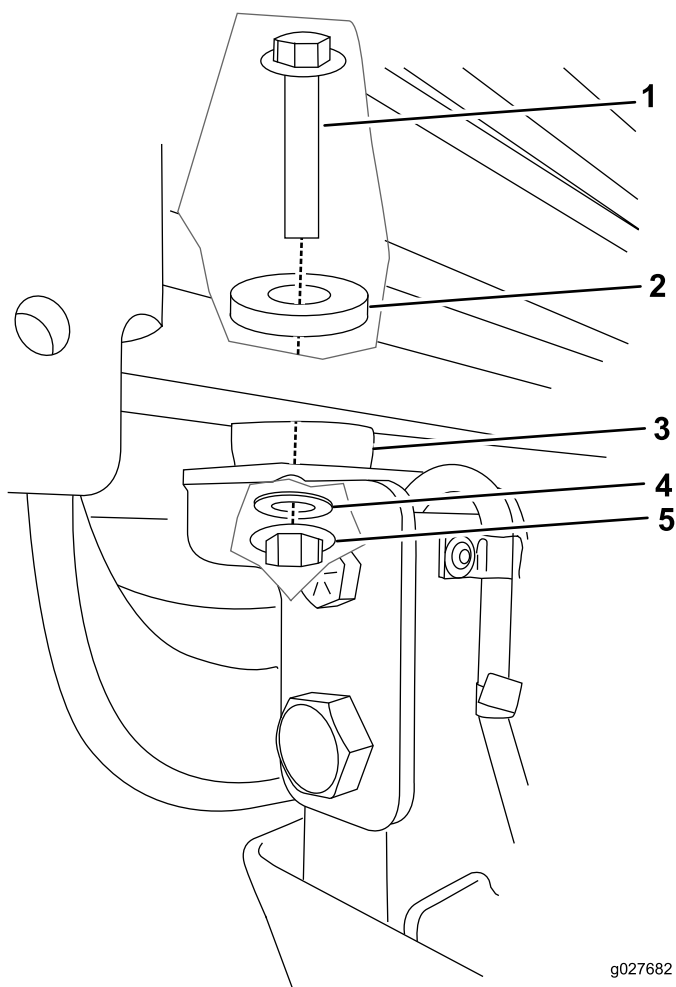

Рисунок 66
7. В каждой точке крепления прикрепите кабину к машине с помощью болта (1/2 x 3 дюйма), стальной шайбы, резиновой шайбы и гайки (1/2 дюйма) (Рисунок 66).